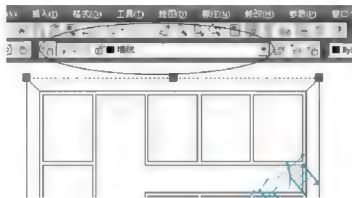

图 2.48 查询图形所位于的图层
(1) 在无命令情况下,单击散水线,出现夹点。此时【图层控制】选项窗口显示的就是目前该图形所位于的图层,可以用此方法查询某图形所位于的图层,如图 2.48 所示。